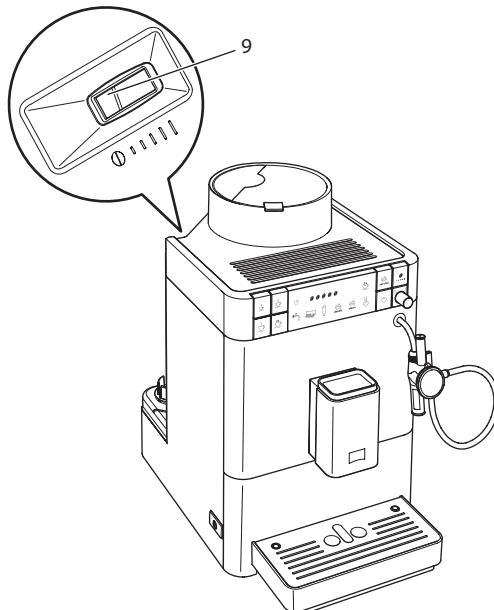

Fig. 13: Leva per la regolazione del grado di macinazione
2. Spostare la leva verso sinistra o verso destra, come illustrato nella Fig. 13.